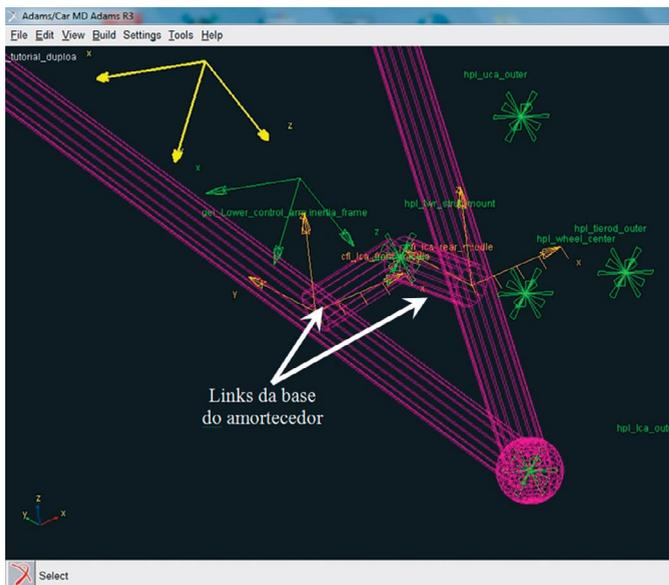

Figura 5.38 – *Links* 3 e 4, construídos para fixação do amortecedor.
- Em seguida, clique em *OK*, e verifique se os *Links* foram criados corretamente, conforme ilustrado na Figura 5.38.